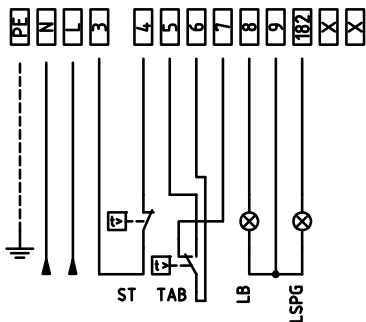
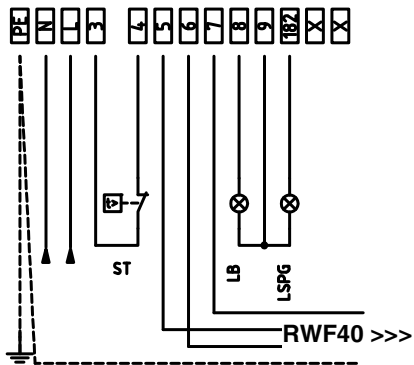

Fig.17 : Arzatoare Progressive
Fig.19 : Arzatoare Complet Modulate
1. Conectati conductorii de semnal de la Cazan la Arzator , in ceea ce priveste urmatoarele componente (Fig.17 - Fig.19) :
2. Conectati conductorii de semnal de la Arzator la Cazan , in ceea ce priveste urmatoarele componente (Fig.17 - Fig.19) :